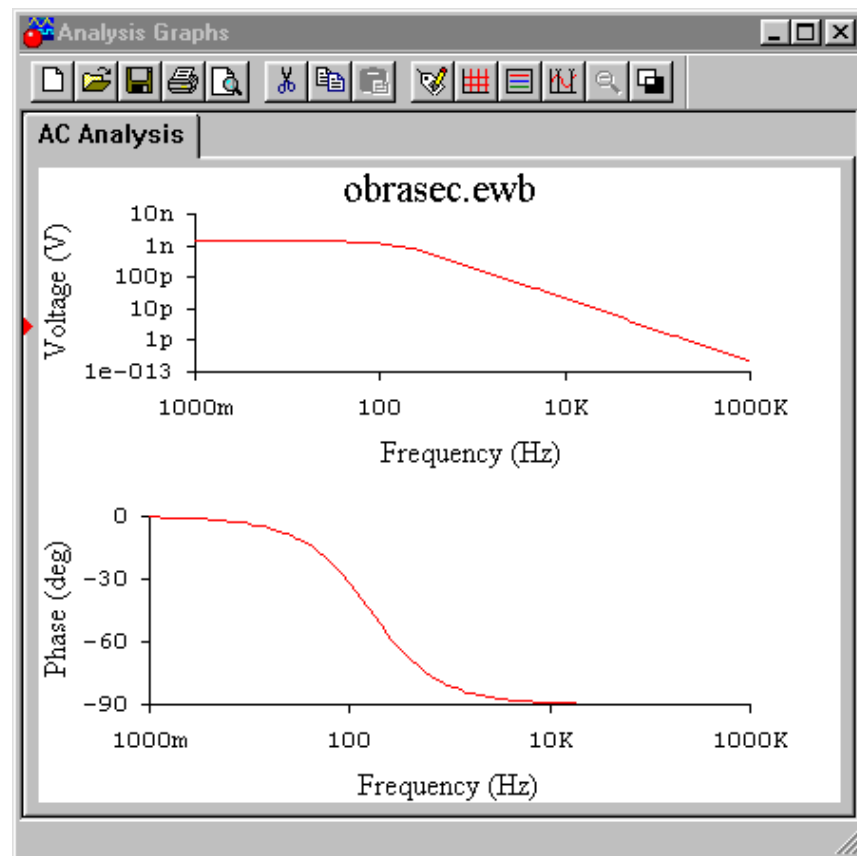

Рис. 35. Результаты расчета АЧХ и ФЧХ
– *Simulate* – кнопка запуска режима моделирования. Результаты моделирования схемы (рис. 1) представлены на рис. 35 в виде амплитудно-частотной (АЧХ — верхняя кривая) и фазо-частотной (ФЧХ — нижняя кривая) характеристик. Аналогичные характеристики можно получить также с помощью измерителя АЧХ-ФЧХ, причем с более высокой точностью за счет сканирования АЧХ и ФЧХ в выбранных точках визирной линейкой (рис. 25). Дополнительные манипуляции с результатами расчета выполняются с помощью командных кнопок, расположенных в верхней части окна (рис. 35). Первые восемь кнопок являются стандартными и пояснений не требуют.